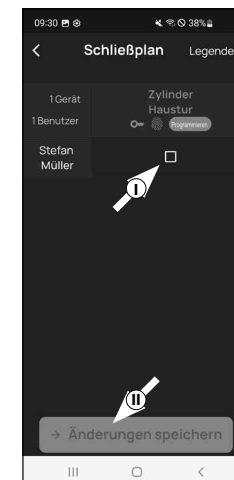

Fig. 2
4 Você verá uma tabela composta por cilindros criados (horizontal) e utilizadores configurados (vertical) (Fig. 2). Marque a caixa onde você deseja autorizar o respectivo utilizador a utilizar a fechadura correspondente (I) (Fig. 2) e clique no botão "Salvar alterações" (II) (Fig. 2).